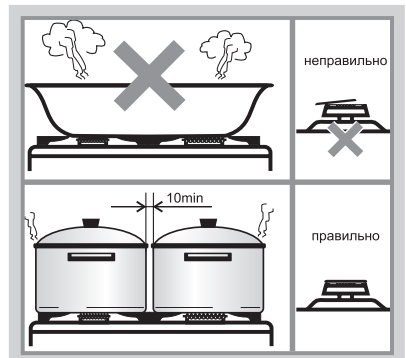

Рис. 15
- Размеры посуды (см. табл. 8 и рис. 15) и режим работы горелок нужно выбирать таким образом, чтобы пламя не выходило за края и не «лизало» боковые стенки.
- Запрещается устанавливать на решетки какие-либо дополнительные рассекатели пламени и пользоваться горелками со смещенными крышечками (рис. 15). Это может привести к разрушению стеклянного стола или необратимому ухудшению внешнего вида стола из нержавеющей стали.